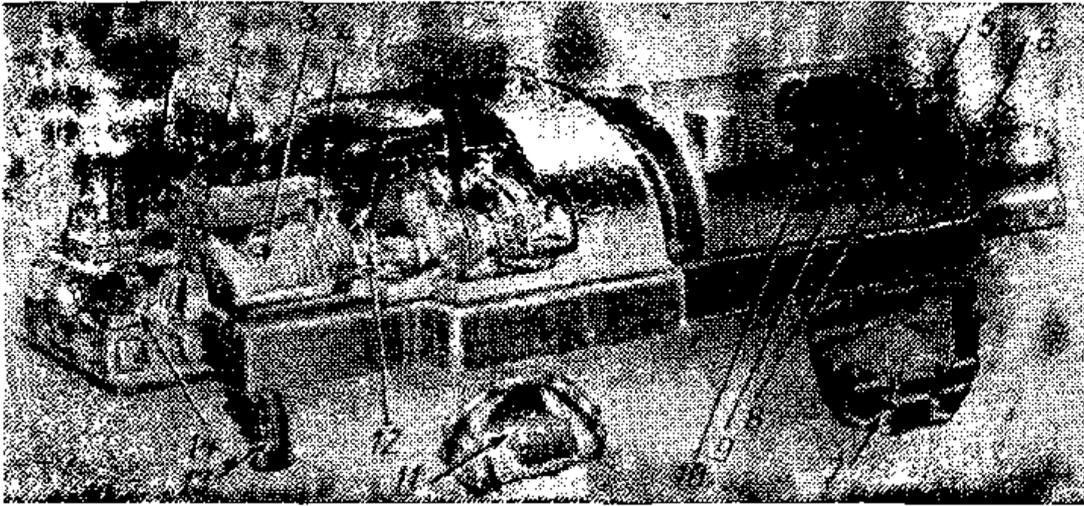

Рис. V.3. У современного турбогенератора вращение ротора происходит под действием пара:
**Электрогенераторы.** В каждом генераторе необходимо каким-либо способом вращать якорь или ротор. Крупные генераторы, вырабатывающие энергию для городских жилых домов и промышленных предприятий, приводятся в движение энергией падающей воды (гидроэнергией) или водяным паром. Эти огромные генераторы весят много тонн и для их вращения требуется колоссальное количество энергии. Якорь или ротор таких генераторов обычно соединен с ротором турбины (рис. V.3).